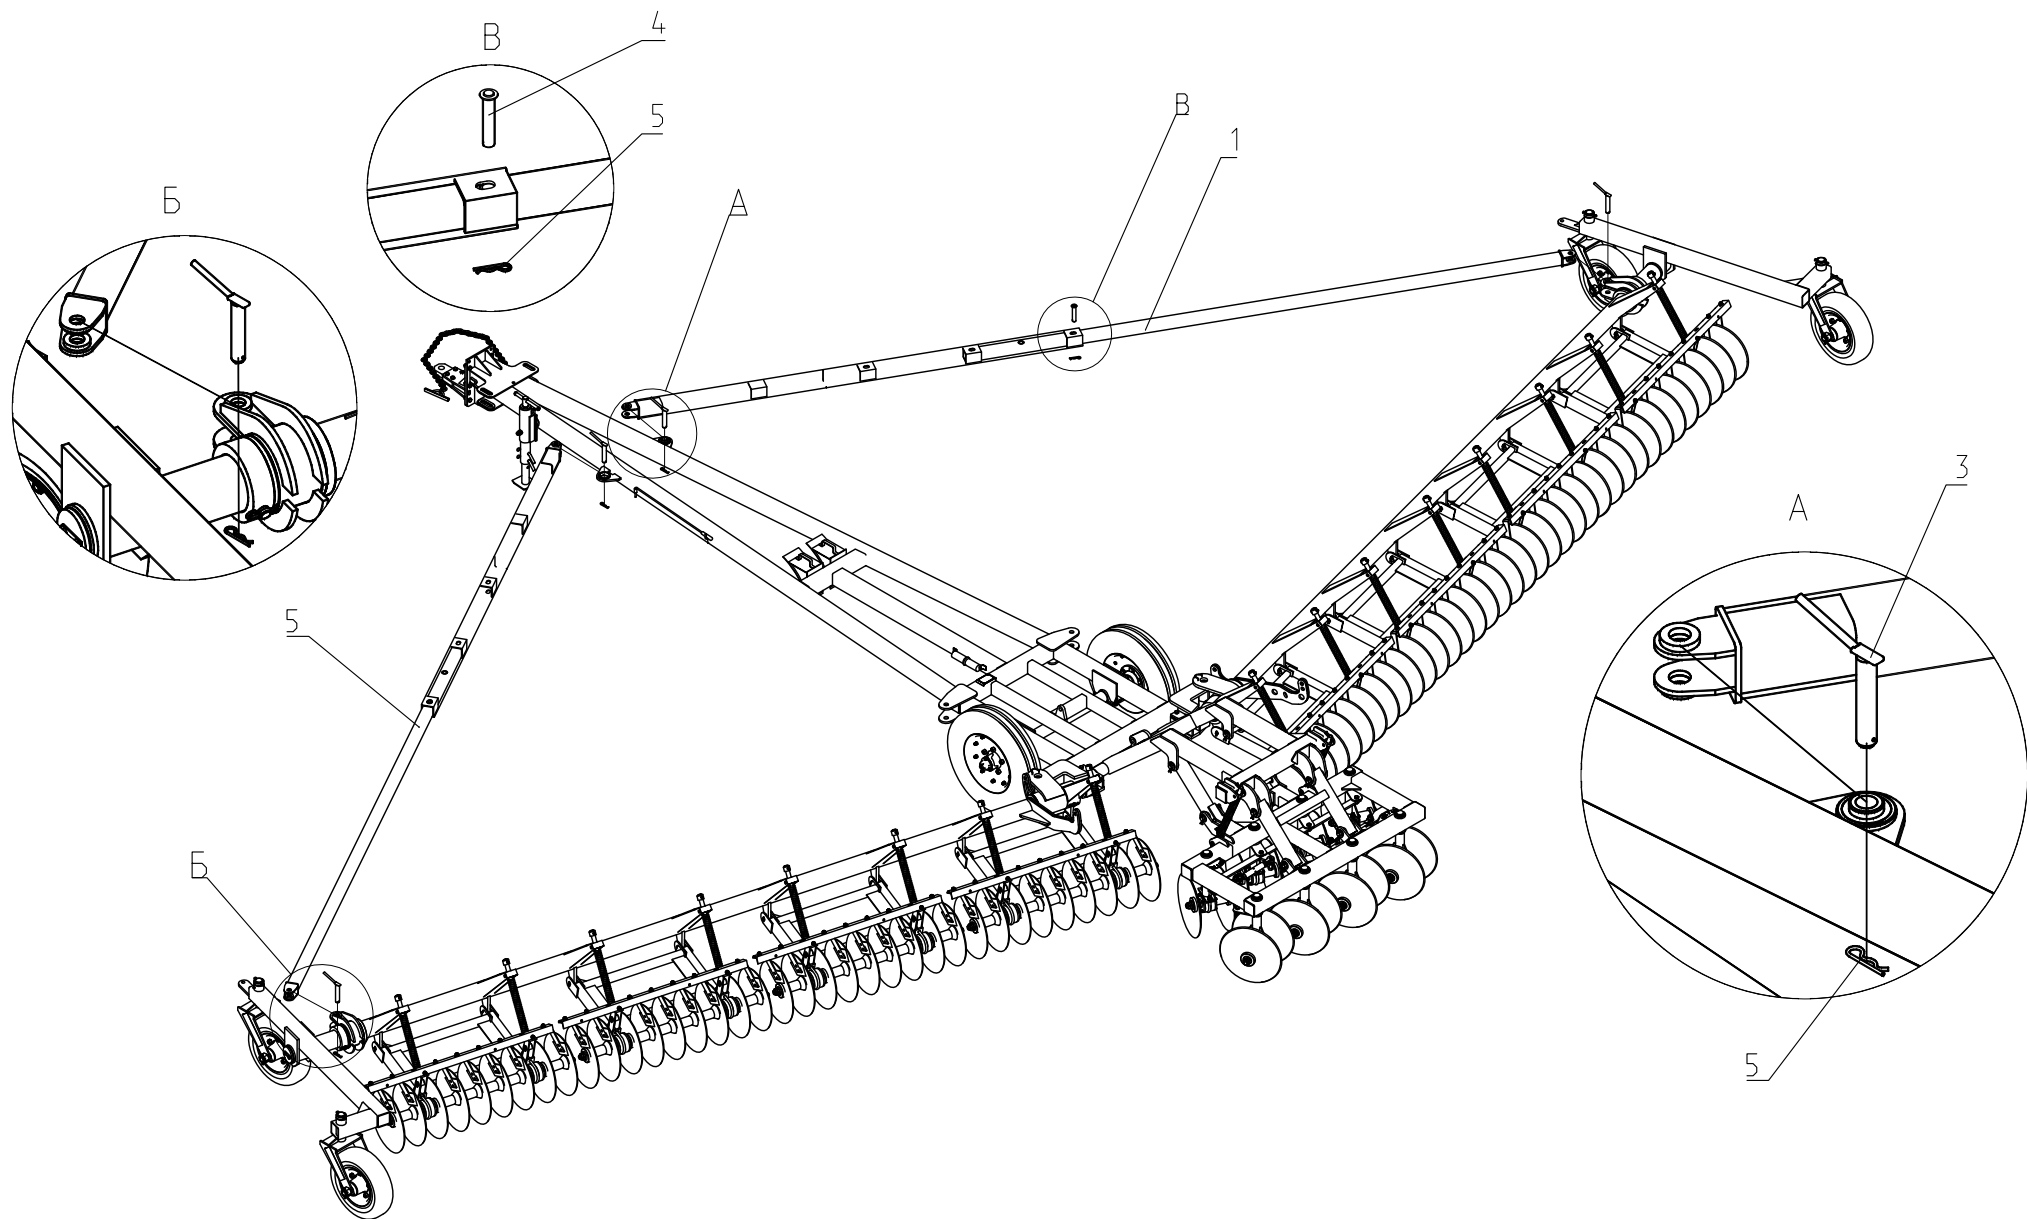

Рис.20 Схема сборки лушильника.
- растяжки поз. 1 и поз. 2 Рис. 20 крепятся к брусам и снице согласно выноскам А и Б при помощи пальцев поз. 3 и шплинтов поз. 4. Перед установкой растяжек необходимо их расфиксировать, расшплинтовав и вытащив ось поз. 4 Рис. 20В,
- рзфиксировать растяжки ,вынутв ось поз. 4 Рис. 20;
- отсоединить растяжки от брусьев, вынув пальцы поз.3 Рис. 20;